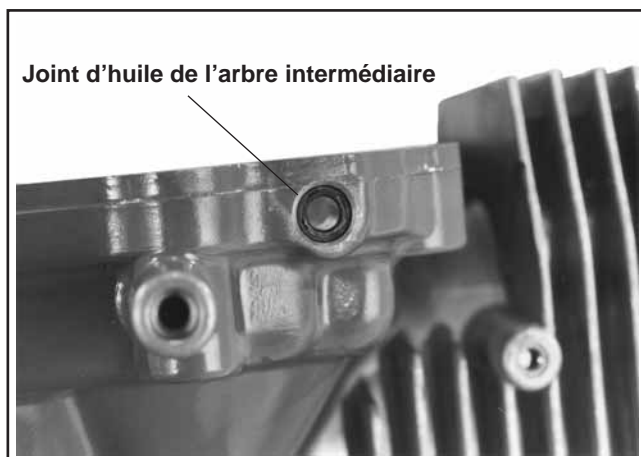

Figure 9-55. Dépose du joint d'huile de l'arbre intermédiaire.
3. Dépose du joint d'huile de l'arbre intermédiaire du carter du moteur. Voir la figure 9-55.